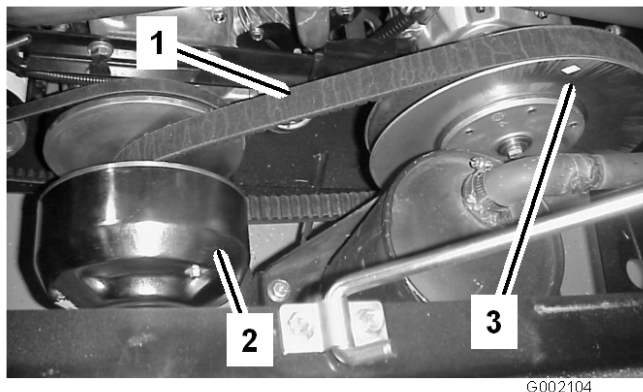

Figura 52
3. Fate girare la cinghia (Figura 52) ed ispezionatela per rilevarne l'eventuale eccessiva usura o danni. All'occorrenza sostituiteda.
1. Girate la cinghia e fatela passare sulla frizione secondaria (Figura 52).
2. Rimuovete la cinghia dalla frizione primaria (Figura 52).